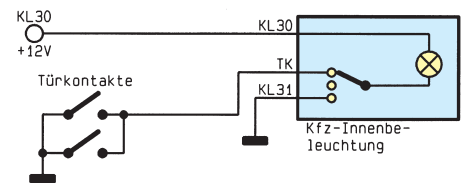

Bild 3: Anschlußschema ohne Kfz-Innenlicht-Automatik
Um Verwechslungen vorzubeugen, ist für jeden Anschlußpunkt eine andere Farbe vorgesehen. So ist für ST 1 (+12 V) ein rotes Kabel, für ST 2 (TK) ein grünes Kabel usw. (siehe Abbildung 3) anzulöten. Im Anschluß daran kann der Einbau ins Fahrzeug erfolgen.
Die Kfz-Innenlicht-Automatik wird gemäß Abbildung 3 angeschlossen. Hierbei ist besonders auf gute Isolation der Verbindungsstellen zu achten.